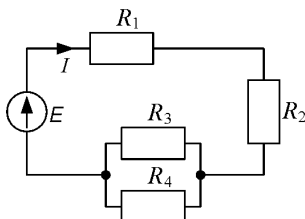

Рис. 2.26
1. Определить значения токов на участках с резисторами $R_3 = 20 \text{ Ом}$ и $R_4 = 10 \text{ Ом}$ (рис. 2.26), если ток источника питания $I = 0,6 \text{ А}$.